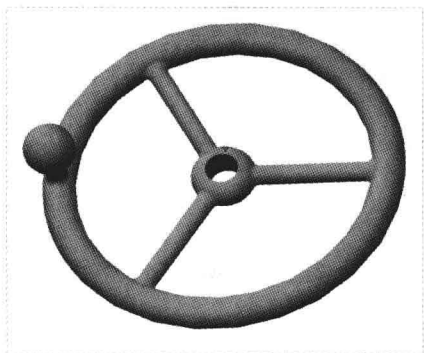

图 7-112 图形文件
Step 01 按【Ctrl+O】组合键,打开图形文件,如图 7-112 所示,在“功能区”选项板中切换